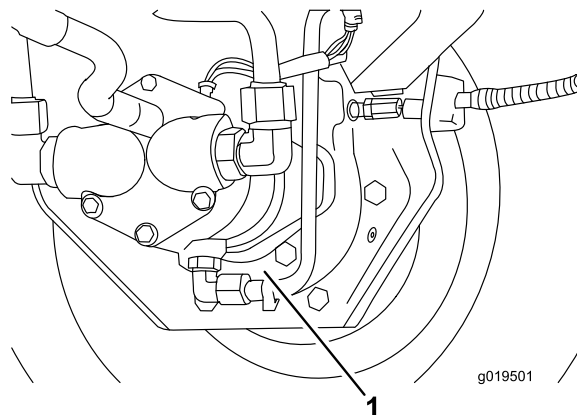

Bild 61
3. Stellen Sie eine Auffangwanne unter das Bremsgehäuse, entfernen Sie die Ablassschraube und lassen das Öl ablaufen (Bild 61).